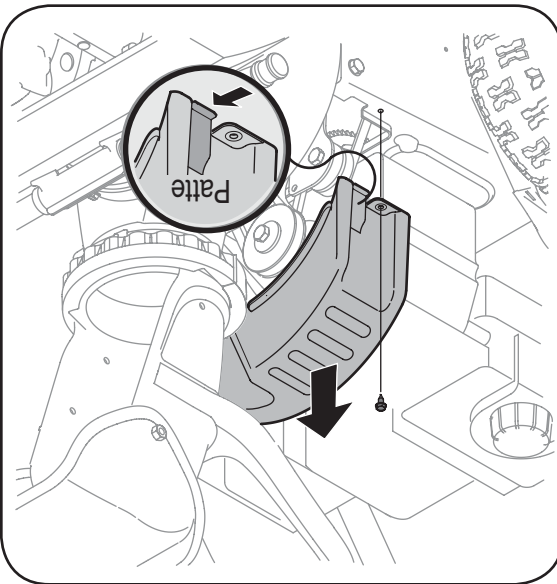

Figure 11
3. Enlevez la vis auto-taraudeuse qui maintient le couvre-courroie sur le châssis. Démontez le couvre-courroie en pressant des deux côtés pour libérer les pattes en plastique. Dégagez le couvre-courroie du moteur et de la goulotte. Voir la Figure 11.